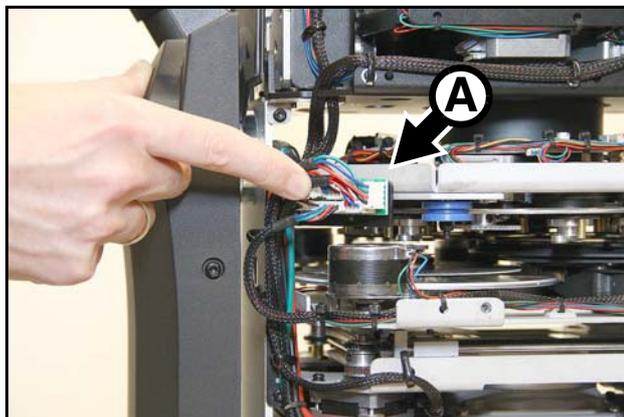

Figure 22: Hub de connexion du module d'effets
12. Glissez le faisceau de câblage dans le passe câble souple que vous avez ouvert avant la dépose du module d'origine (voir **B**, Figure 22 en page 29). Resserrez le passe câble à la main pour prévenir tout déplacement du faisceau.